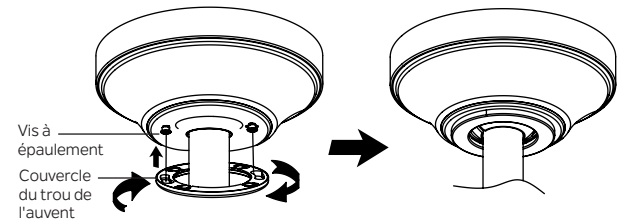

Fig. 17
**Étape 3.** Fixez et serrez solidement le couvercle du trou de l'auvent sur les vis à épaulement du support de montage en utilisant la fonction de verrouillage par rotation de la rainure de clé. (Fig.17)